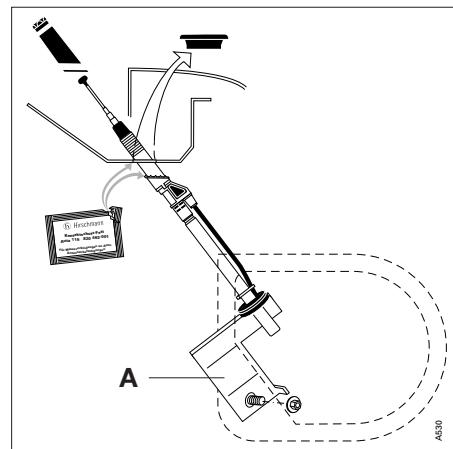
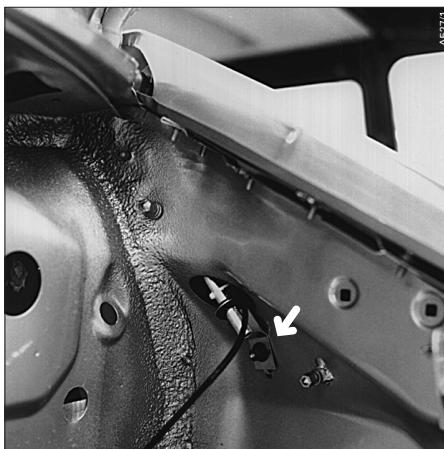
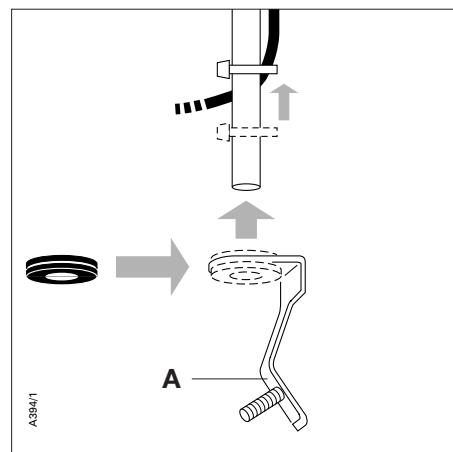

Fig. 4a
Fig. 4b
Fig. 5a
- Das Loch (16 x 19 mm, oval) für den Antenneneinbau ist serienmäßig zwischen Kotflügel und Windschutzscheibe vorhanden. Zum Einbau die Abdeckung entfernen (Fig. 4a).
- Die oberen Antennenkopfteile abnehmen (Fig. 4a). Die Manschette in den zugehörigen Halter einsetzen und diesen auf das Schutzrohr aufschieben (Fig. 5a oder 5b).
- Das beiliegende Schutzfett auf die Anlagefläche der Antenne und an der Unterseite der Karosseriebohrung reichlich auftragen (Fig. 4a).
- Die Antenne vom Motorraum aus durch die Aussparung in das Einbauloch einsetzen. Am ausgezogenen Teleskop hochziehen, in der Neigungslage der Karosserie anpassen. Die oberen Antennenkopfteile aufsetzen und die Mutter von Hand anziehen (Fig. 4a oder 4b).
- Den Halter **A** in die vorhandene Bohrung am Rand der Aussparung einsetzen und mit der Kunststoffmutter an der Zwischenwand befestigen (Fig. 4a). Den Halter **B** in den unterhalb der ovalen Aussparung vorhandenen Stehbolzen und die Arretierungsbohrung einsetzen. Die Befestigung erfolgt mit der Kunststoffmutter (Fig. 4b).
- The hole (16 x 19 mm oval) for installation is provided as standard between fender and windscreens. Remove the cover for installation (Fig. 4a).
- Remove the upper parts from the antenna (Fig. 4a). Apply the sleeve into the bracket and slide upon the protective tube (Fig. 5a or 5b).
- Apply plenty of the protective grease to the contact surface of the antenna as well as to the bottom of the car body hole (Fig. 4a).
- Insert the antenna from the engine compartment through the recess into the installation hole. Pull upwards seizing the extended telescope, adjust to the slope of the car body, attach the upper antenna parts and tighten the nut by hand (Fig. 4a or 4b).
- Insert the bracket **A** into the hole provided at the edge of the recess and fix with the plastic nut to the partition (Fig. 4a). Insert bracket **B** into the locking hole and the stud bolt below the oval recess and then fix with the plastic nut (Fig. 4b).
trouve sous l'encoche ovale et le perçage. La fixation s'effectue avec l'écrou en plastique (Fig. 4b).
Pour l'installation enlever le recouvrement (Fig. 4a).
- Enlever les pièces supérieures de la tête d'antenne (Fig. 4a). Placer la manchette dans le support correspondant et faire glisser sur le tube protecteur (Fig. 5a ou 5b).
- Enduire la face de contact de l'antenne et la face inférieure du perçage de la carrosserie copieusement de la graisse de protection ci-jointe (Fig. 4a).
- A partir du compartiment au moteur placer l'antenne par l'encoche dans la forure d'installation. Relever à l'aide du télescope sorti, ajuster l'angle d'inclinaison à la carrosserie, remettre les pièces supérieures de la tête d'antenne et serrer l'écrou à la main (Fig. 4a ou 4b).
- Placer le support **A** dans le perçage existant au bord de l'encoche et fixer à la paroi intermédiaire avec l'écrou en plastique (Fig. 4a). Placer le support **B** dans le goujon qui se